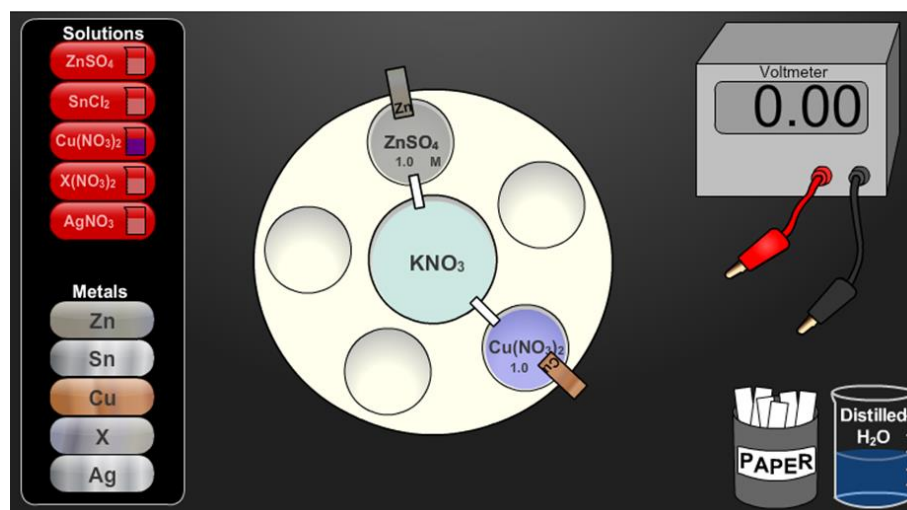

Figura 3. Simulador *Galvanic cells and the Nernst equation*.
3. Instale el puente salino (**Paper**) entre las disoluciones que colocó en el primer paso y la KNO_3 (figura 3).